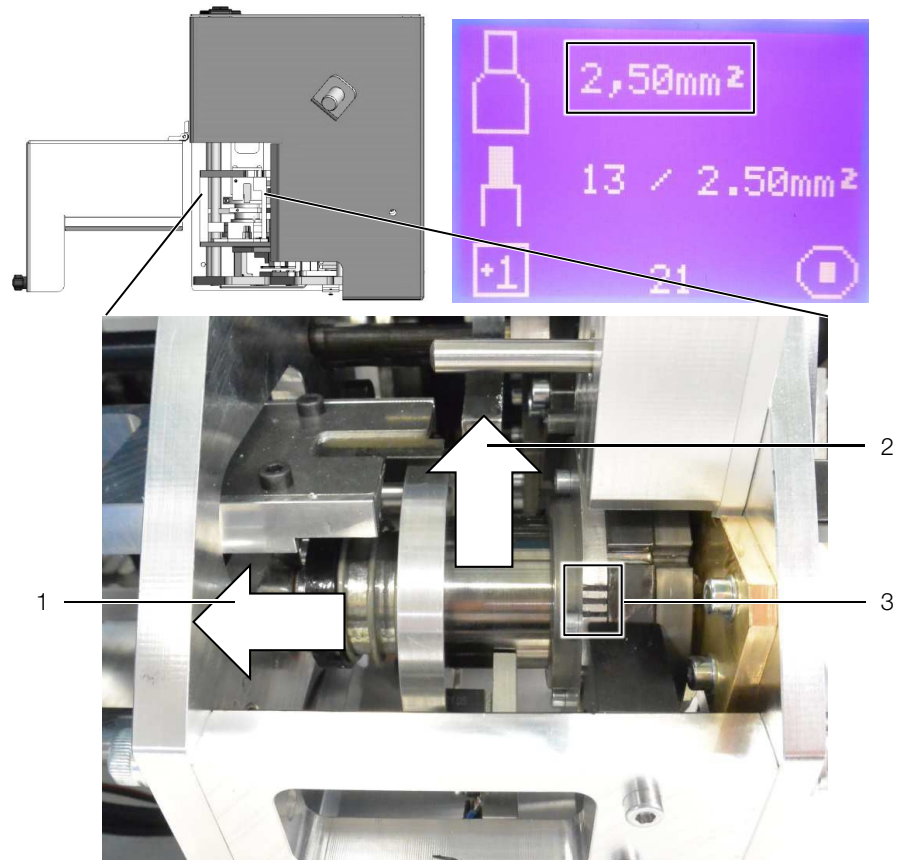

Fig. 8: Impostazione delle dimensioni dell'impronta di crimpatura
- Premere il tamburo di crimpatura (v. fig. 8, pos. 1) verso il retro e ruotarlo (v. fig. 8, pos. 2) finché si aggancia alla dimensione dell'impronta desiderata.
L'impronta correntemente impostata è indicata da trattini (v. fig. 8, pos. 3).